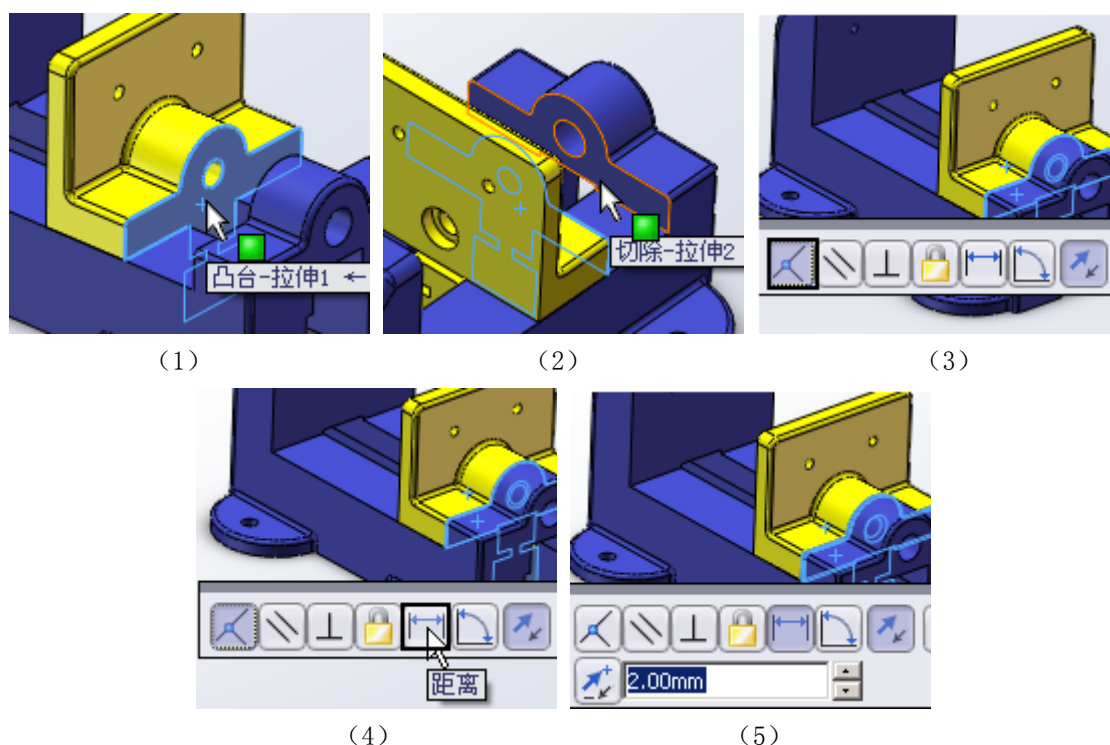

图 4-27 为平面添加“距离”配合
此时,“PropertyManager”仍为打开状态。如图 4-27 所示,依次单击图示表面(如图 4-27 (1)和图 4-27 (2)),在 PropertyManager 和弹出的工具栏中系统默认选择了“重合”配合(如图 4-27 (3))。单击“距离”图标(如图 4-27 (4)),在弹出的“输入框中”输入“2”(如图 4-27 (5)),零件“Free_Sliding_Jaw”沿着轴线移动到相应位置。通过定义距离配合,来设置零件“Free_Sliding_Jaw”的初始位置。